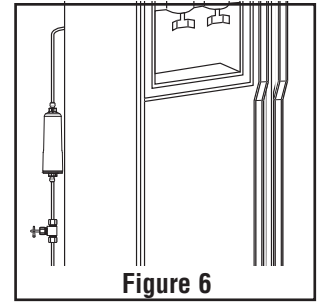

Figure 6
7. Joignez le port de sortie du filtre à la conduite d'eau se dirigeant vers l'appareil à desservir. (Figure 6)
5. Joignez le port de sortie du filtre à la conduite d'eau se dirigeant vers l'appareil à desservir. (Figure 6)